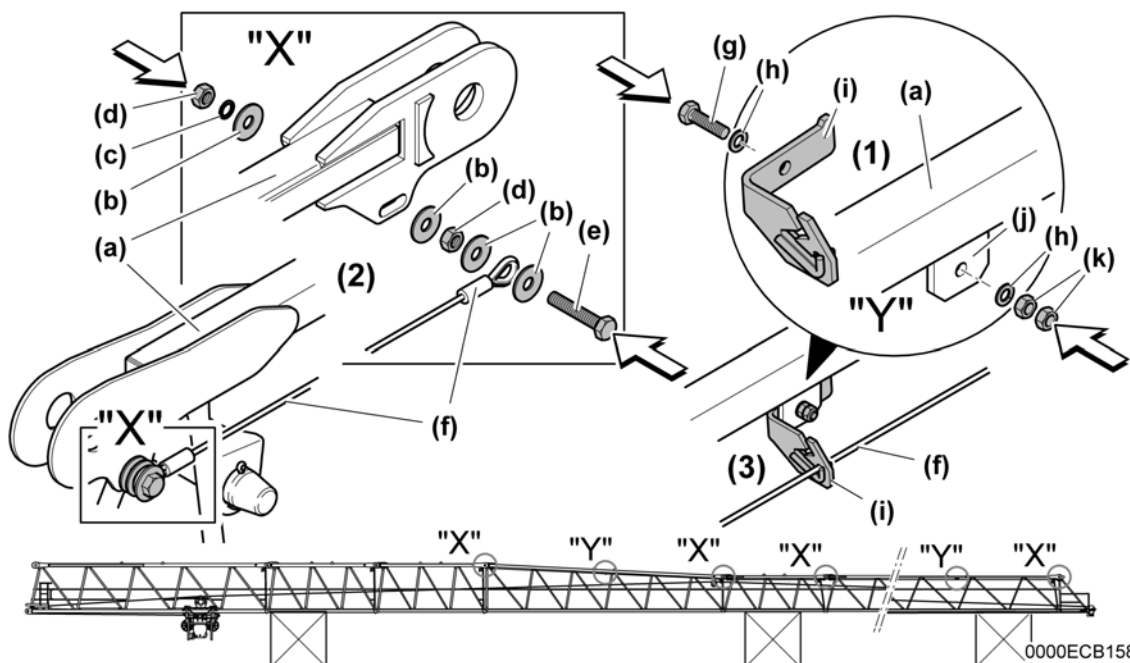

Fig. 6-109 Geländerseile montieren
- ▶ Seilführungen (i) an Laschen (j) mit Schrauben (g) verschrauben. Jede Schraube (g) mit zwei Sicherungsscheiben (h) und zwei Muttern (k) sichern. (2)
- ▶ Geländerseil (f) an Ausleger-Obergurt (a) mit Schrauben (e) verschrauben. Jede Schraube (e) mit vier Scheiben (b), einer Sicherungsscheibe (d) und zwei Muttern (d) sichern (Anordnung der Sicherungselemente siehe: Fig. 6-109). (2)
- ▶ Geländerseil (f) in montierte Seilführungen (i) einfädeln. (3)